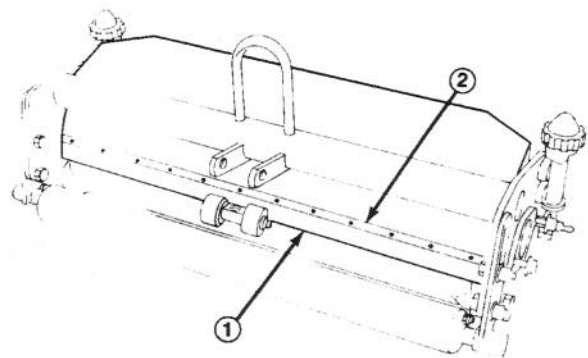

Figure 13
6. Pour effectuer le remontage, faites glisser la contre-barre dans sa position entre les plaques latérales en vérifiant que chaque extrémité de la contre-barre soit bien placée sous le bouclier (Fig.13).